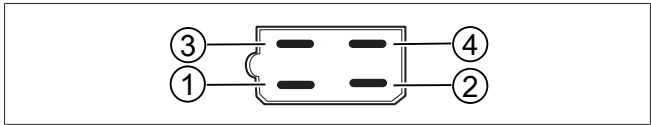

Abb. 14 Gebläseeinbindungen
③ + 3. Stufe - ORANGE	④ + 2. Stufe - ROT
① - Zurück - SCHWARZ	② + 1. Stufe - GELB
1. Die elektrischen Anschlüsse entsprechend Abb. 14 ausführen. Siehe Technische Daten für die Anforderungen bezüglich Leistung und Sicherheit. Relais, Sicherungen und Schalter nicht nahe Kältemittelan schlüssen anbringen.